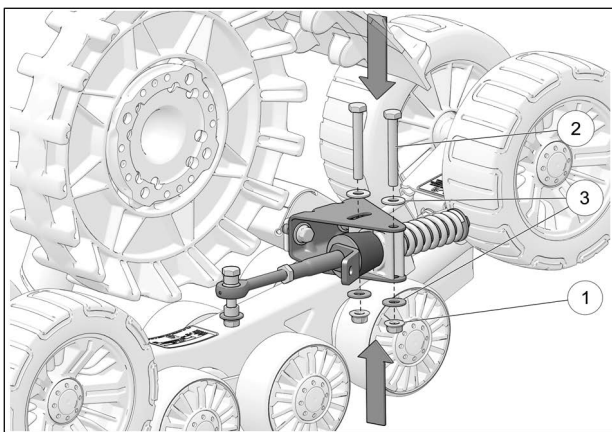

Fig. 21
- Réinstaller les boulons (2), les rondelles (3) et les écrous (1) qui fixent les bras stabilisateurs aux systèmes avant. Voir la Fig. 21